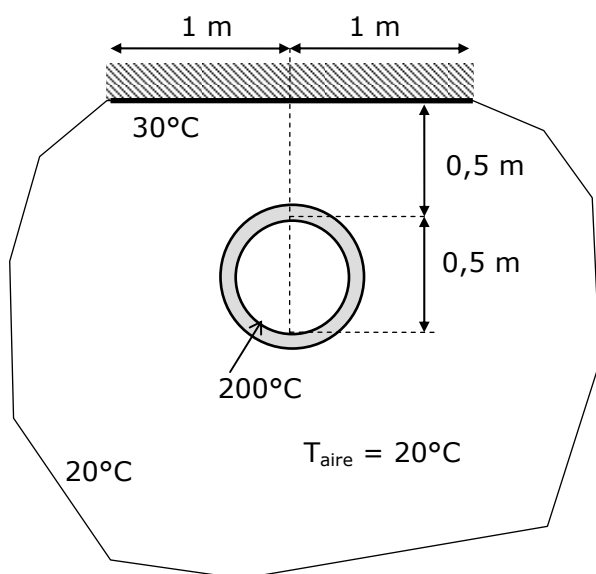

Figura 1
33. Un conducto circular con los gases de escape de una caldera cruza verticalmente una habitación. La temperatura superficial del metal que constituye la tubería es de 200°C . Una pared de 2 m de ancho, con baja conductividad térmica (aislada) y negra a efectos radiantes se encuentra situada próxima a la tubería (ver figura 1). El efecto radiante de la tubería produce grietas por dilataciones en la pared anteriormente mencionada. Para subsanar este problema se debe mantener la pared a una temperatura no superior a 30°C y se plantean dos soluciones posibles: